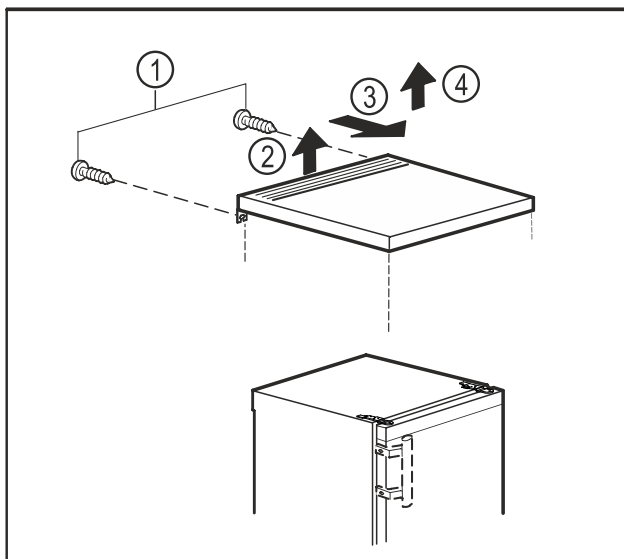

Fig. 6
- ▶ Demontirajte vijke na stražnjoj strani. Fig. 6 (1)
- ▶ Podignite stolnu ploču otraga. Fig. 6 (2)
- ▶ Pomaknite stolnu ploču prema naprijed. Fig. 6 (3)
- ▶ Podignite stolnu ploču prema gore. Fig. 6 (4)